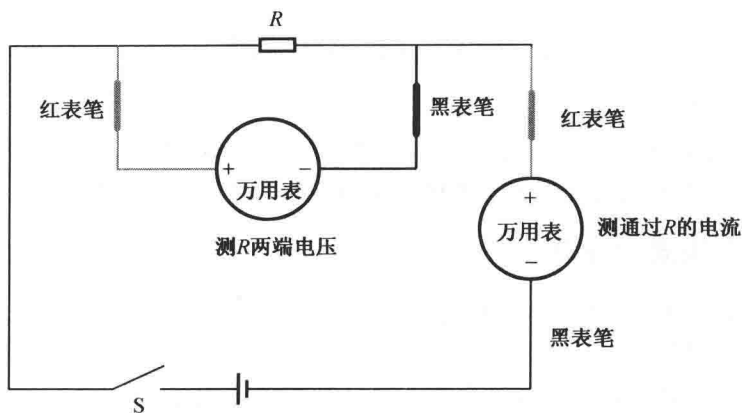

图 1-1 万用表测量电压电流示意图
①把万用表串接在被测电路中时,应注意电流方向。正确的接法如图1-1所示,即把
②在指针偏转角度大于或等于最大刻度的 30% 时,尽量选用大量程挡。因为量程愈大,分流电阻愈小,电流表的等效内阻愈小,这时被测电路引入的误差也愈小。
③在测大电流(如 500 mA)时,千万不要在测量过程中拨动量程选择开关,以免产生电弧烧坏转换开关的触点。
(2) 万用表测量电压
①把万用表并接在被测电路上,在测量直流电压时,应注意被测电压的极性。正确接法如图 1-1 所示,即把红表笔接电压高的一端,黑表笔接电压低的一端,如果不知被测电压的极性,可按前述测量电流时的试探方法试一试:如指针向右偏转,则可以进行测量;如指针向左偏转,则把红、黑表笔对换位置,方可测量。
②与电流表一样,为了减小电压表内阻引入的误差,在指针角度大于或等于最大刻度的 30% 时,测量尽量选择大量程挡,因为量程愈大,分压电阻愈大,电压表的等效内阻愈大,这时被测电路引入的误差愈小。如果被测电路的内阻很大,就要求电压表的内阻更大,才会使测量精度高。此时需换用电压灵敏度更高(内阻更大)的万用表来进行测量。
③在测量交流电压时,不必考虑极性问题,只要将万用表并接在被测电路两端即可。此外,也不必选择大量程挡或选高电压灵敏度的万用表,因为一般情况下交流电源的内阻都比较小。